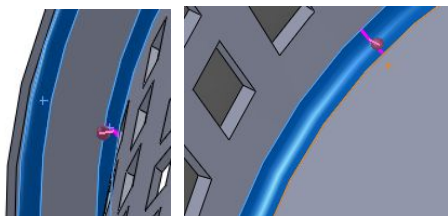

图 6-73 内边同样倒角
(1) 单击【特征】工具栏中的【圆角】按钮，打开【圆角】属性管理器，设置【圆角半径】为“5mm”，其他选项保持默认设置，如图 6-71 所示；在绘图区依次单击要倒角的边，如图 6-72 所示，每条边的内边也要倒圆角，如图 6-73 所示，单击【确定】按钮。